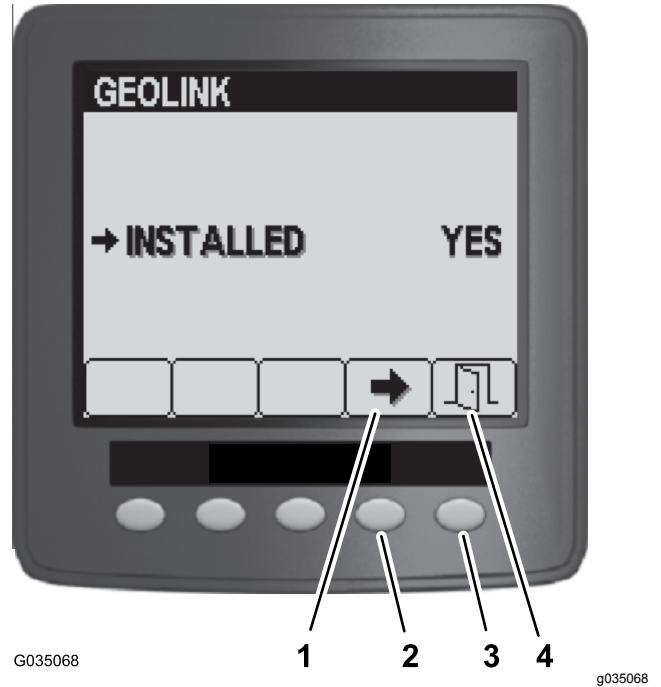

Figure 152
5. Dans le menu GeoLink, appuyez sur le bouton 4 pour sélectionner l'option Oui, puis appuyez sur le bouton 5 pour enregistrer vos réglages et quitter le menu (Figure 152).